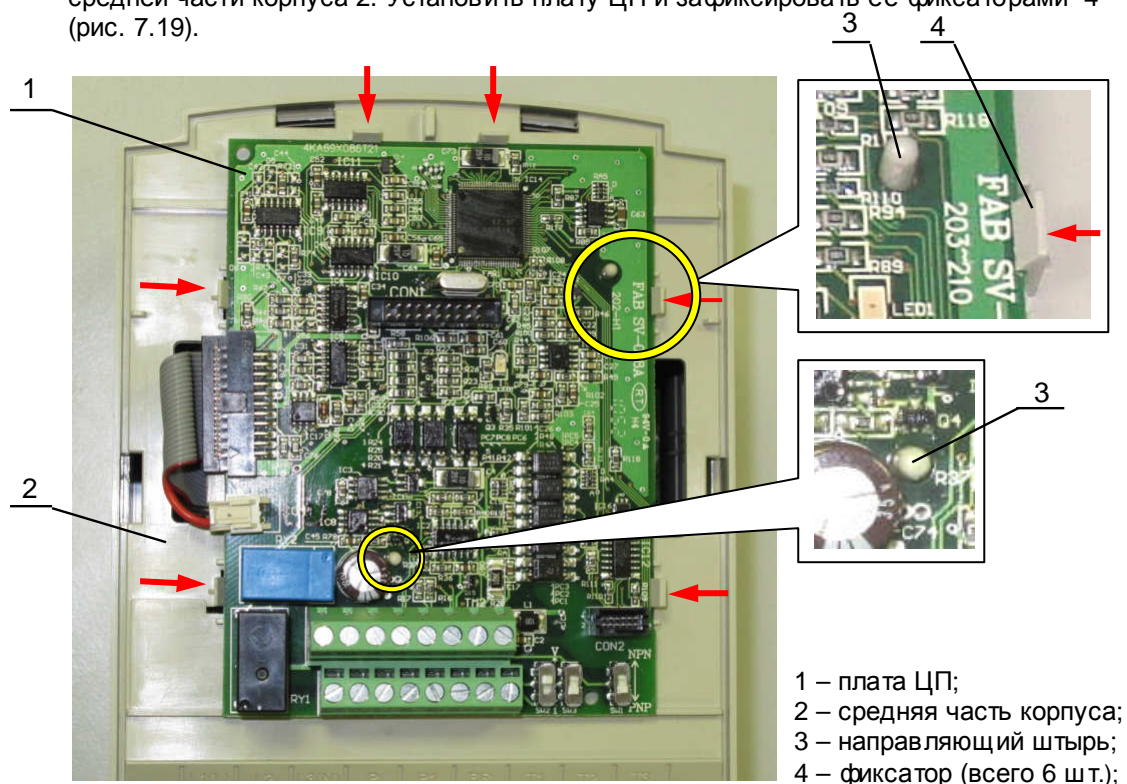

Рис. 7.19.
7.9.2. Совместить установочные отверстия в плате ЦП с направляющими штырями 3 средней части корпуса 2. Установить плату ЦП и зафиксировать её фиксаторами 4 (рис. 7.19).